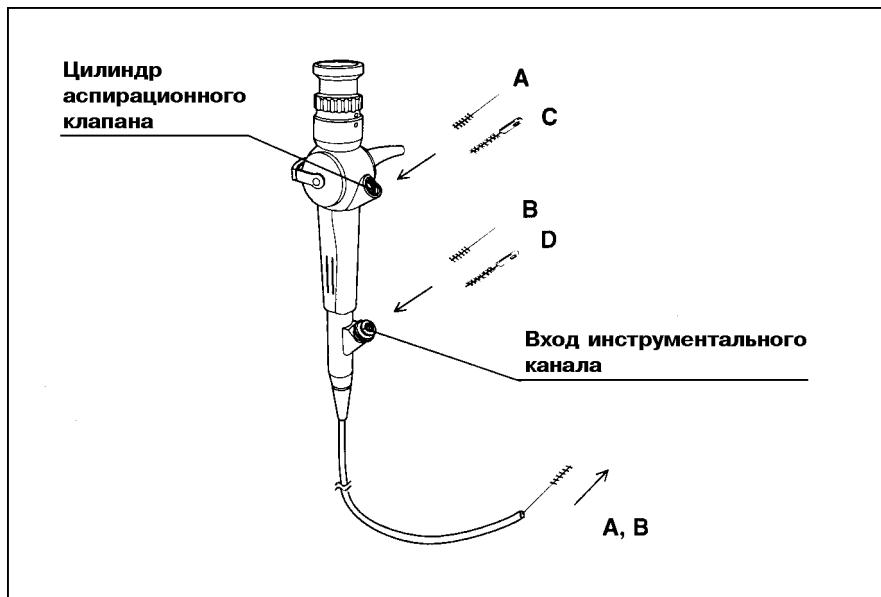

Рис. 7.9.
Производите чистку инструментального/аспирационного каналов, цилиндра аспирационного клапана и входа инструментального канала эндоскопа, погружённого в раствор моющего средства, в следующем порядке (см. рис. 7.9).
2. Введите дистальный конец щётки для чистки канала в отверстие цилиндра аспирационного клапана, как показано на рис. 7.9. Небольшими порциями, постепенно пропустите щётку через канал по всей длине вводимой трубы до появления её дистального конца со щетиной из отверстия на дистальном конце эндоскопа.
2. Введите дистальный конец щётки для чистки канала в отверстие входа инструментального канала, как показано на рис. 7.9. Небольшими порциями, постепенно пропустите щётку через канал по всей длине вводимой трубы до появления её дистального конца со щетиной из отверстия на дистальном конце эндоскопа.
1. Введите дистальный конец щётки для чистки входа инструментального канала в просвет цилиндра аспирационного клапана на половину длины части, покрытой щетиной, как это показано стрелкой «С» на рис. 7.9.
1. Введите дистальный конец щётки для чистки входа инструментального канала (МН-507) в просвет входа до упора рукояткой щётки о бортик входа, как это показано стрелкой «С» на рис. 7.9.